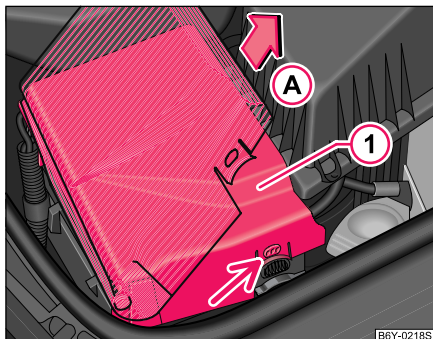

Fig. 131 Vano motor:
- Separe las pestañas de encastre situadas en los lados de la cubierta de la batería (1), levante la cubierta a una posición de aprox. 45° y sáquela en el sentido de la flecha (A) ⇒ fig. 131.